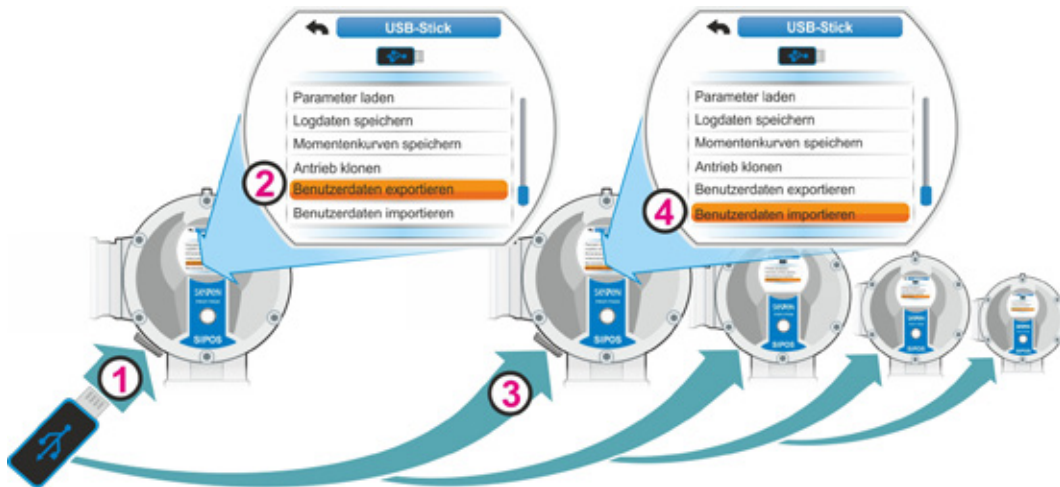

Abb. 1: Benutzerdaten auf ein USB-Stick exportieren und in einen Antrieb importieren
1. USB-Stick in die Original-Elektronikeinheit stecken, siehe Abb. 1, Pos. 1.
2. Im Menü nach unten scrollen und „Benutzerdaten exportieren“ auswählen (Abb. 1, Pos. 2) und bestätigen.
4. USB-Stick in die Elektronikeinheit eines anderen Antriebs stecken (Abb. 1, Pos. 3).
5. Im Menü „Benutzerdaten importieren“ auswählen (Abb. 1, Pos. 4) und bestätigen.